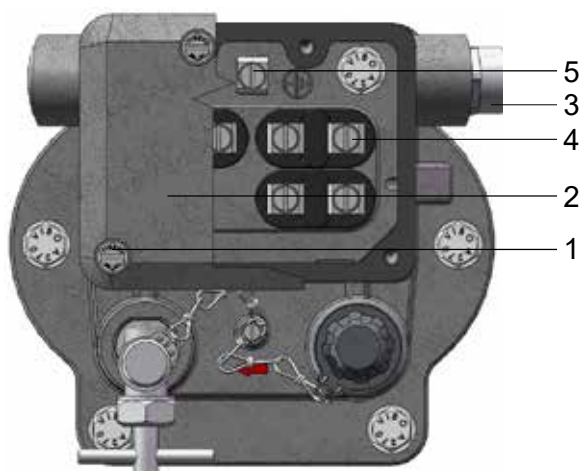

Рис. 4 - Электрическое подключение с максимум 8 зажимными болтами
- Отвинтить 4 винта М5 (Рис. 4/ № 1)
- Снять колпак (Рис. 4/ № 2)
- Ввести провод через кабельную арматуру (Рис. 4/ № 3)
- Присоединить провод зажимными винтами (Рис. 4/ № 4) (максимальный момент затяжки 3 Нм)
Защитный провод (зелено-желтая изоляция) присоединить к зажиму заземления (Рис. 4/ № 5) (максимальный момент затяжки 3 Нм).